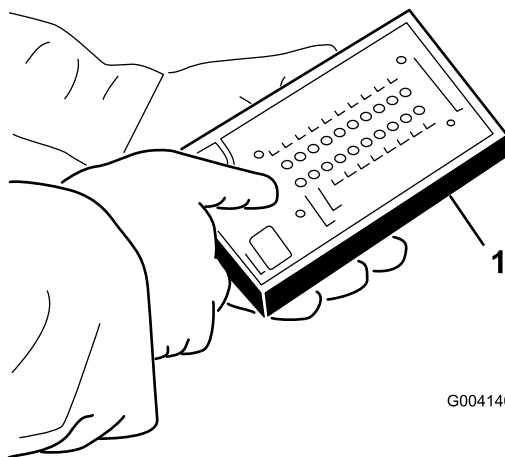

Figure 101
5. Branchez le connecteur de l'affichage de l'outil de diagnostic ACE au connecteur du faisceau de câblage (Figure 101).